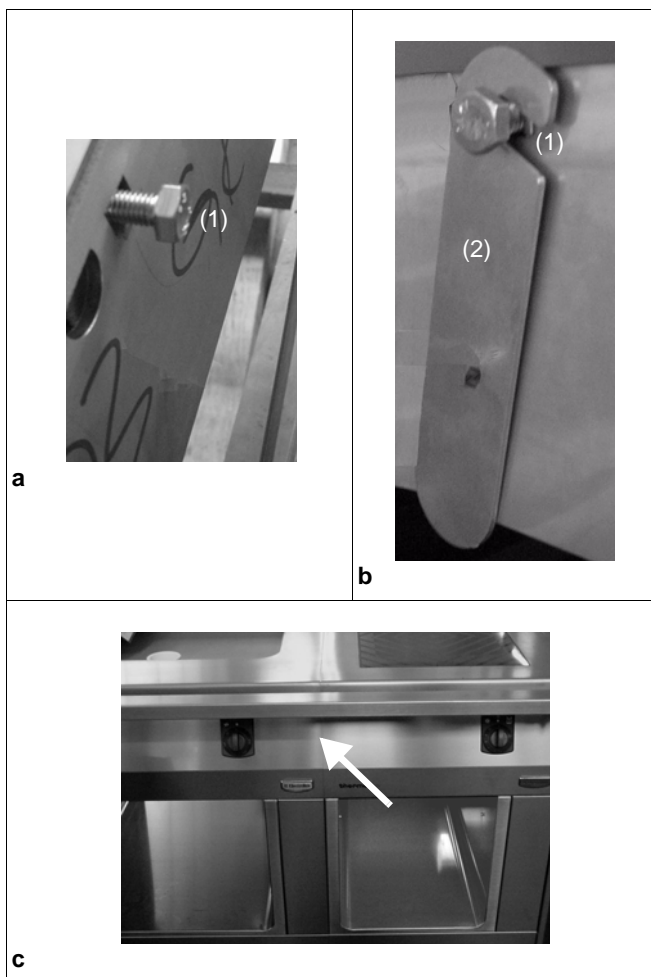
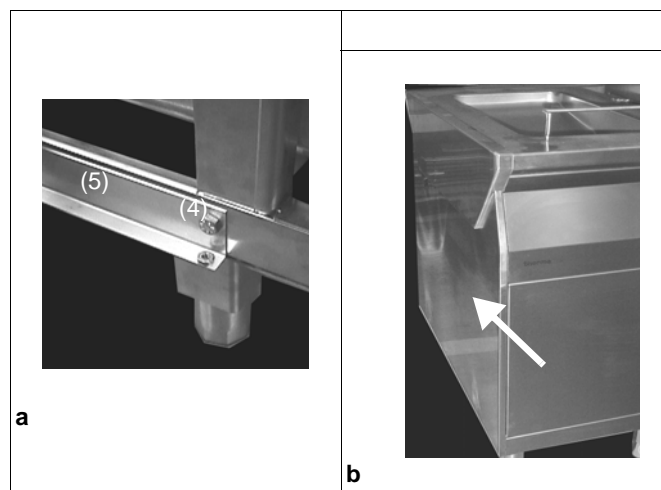

Fig.1 Raccordement latéral
Fig.2 Montage du paroi latérale
Chaque kit d'assemblage comprend respectivement deux écrous en cage (1 / Fig.1) pré-montés à l'avant droit de l'appareil et des éclisses (2 / fig 1),
- ⇒ Vissez la vis (1 /fig. 1) à env. 5 mm de profondeur dans l'écrou en cage.
- ⇒ Insérez l'éclisse (2 / fig. 1) à l'intérieur sur la plaque d'assemblage droite du deuxième appareil.
Chaque kit d'assemblage comprend respectivement deux vis hexagonales M8 x 25 (1 / Fig.1), des boulons avec circlip (2 / Fig.1), des éclisses (3 / Fig.1), des vis hexagonales M8 x 16 avec rondelles à denture intérieure et des vis hexagonales M8, des vis hexagonales M5 avec rondelles à denture intérieure (4 / Fig.2)
et une équerre de fixation (5 / Fig.2).
- ⇒ Vissez la vis (3 / Fig.1) à env. 5 mm de profondeur dans l'écrou en cage pré-monté dans la paroi latérale.
- ⇒ Fixez l'équerre de fixation (5 / Fig.2b) à l'aide des vis, des rondelles à denture intérieure et des écrous en bas du châssis. (4 / Fig.2)